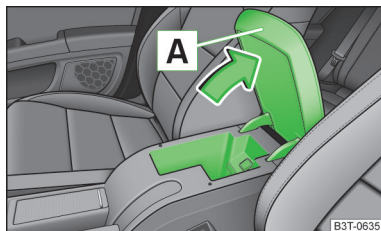

Fig. 70
- Abrir la tapa del apoyabrazos tirando del tirador **A** en el sentido de la flecha » fig. 70.
- Abrir la tapa hasta el tope; sólo entonces se podrá abatir hacia abajo en el sentido contrario al de la flecha » fig. 70.